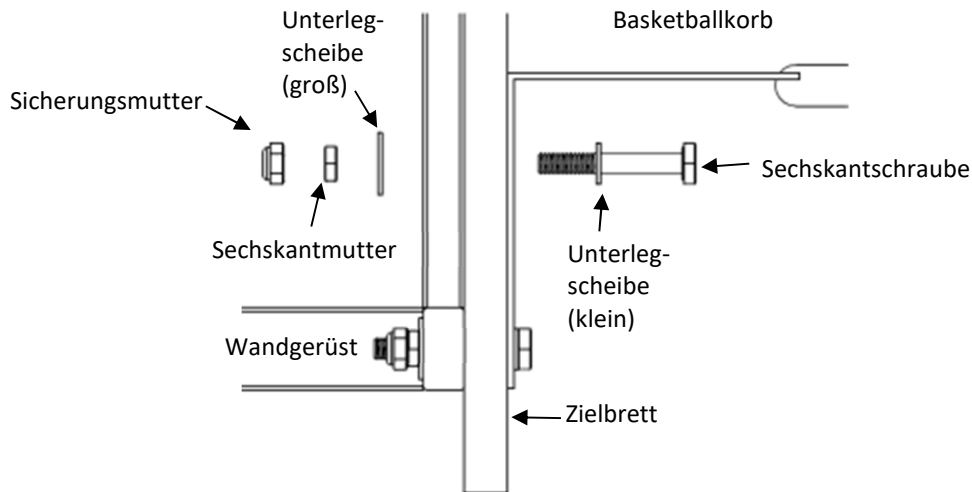

Abbildung 6: Montage Basketballkorb
Im nächsten Schritt wird der Basketballkorb montiert. Verwenden Sie dazu die Sechskantschrauben (5), kleine sowie große Unterlegscheiben (9,10), Sechskant (7) - und Sicherungsmuttern (8) sowie in Abb. 6 dargestellt.